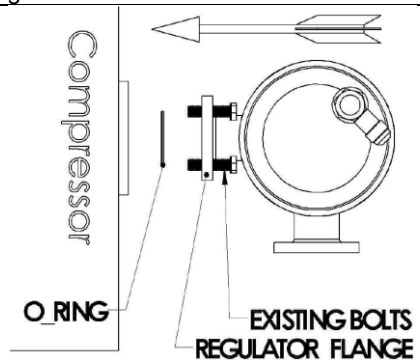

Figura 2: Attaccare il Regolatore
5. Inserire un nuovo O-ring nella scanalatura, la flangia del regolatore d'olio di cui sarà attaccata alla flangia del compressore/dell'adattatore. Una lieve lubrificazione dell'olio refrigerante sull'O-ring aiuterà la sigillatura (vedi Figura 2).
6. Assemblare il regolatore del livello d'olio alla flangia del compressore/dell'adattatore usando i bulloni esistenti e la spia visiva. Avvitare di circa 7 Nm (5 ft-lbs) (Figura 2). Importante: Il regolatore viene livellato per assicurare una corretta lettura d'olio.